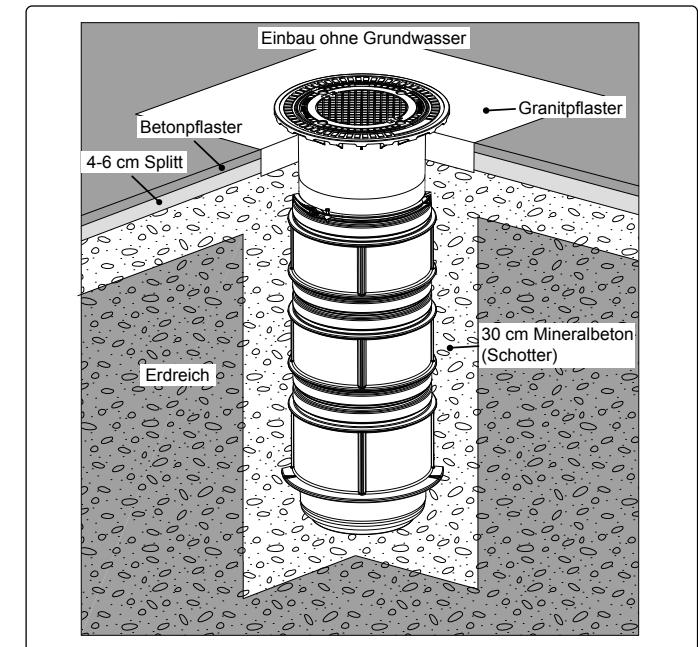

Abb. 8
- ▶ Beim Einbau der Schachtsysteme ist auf die jeweilige Belastungsklasse zu achten. Beim Einbau in begehbarer Flächen (Klasse A/B) und Flächen mit leichtem Fahrverkehr (Klasse A/B) ist das überstehende Aufsatzstück mit dem Bodenbelag einzurütteln (Abb. 8).
Wird der Endbelag mit Pflastersteinen ausgeführt, ist das Aufsatzstück 2 cm höher als der Endbelag zu nivellieren. Beim Einrütteln der Pflastersteine ist mit der Rüttelplatte auch das Aufsatzstück einzurütteln. Dabei ist zu beachten, dass die Abdeckplatte eingelegt ist (siehe Abb. 8+14), um eine Verformung des Aufsatzstückes beim Einrütteln zu verhindern.